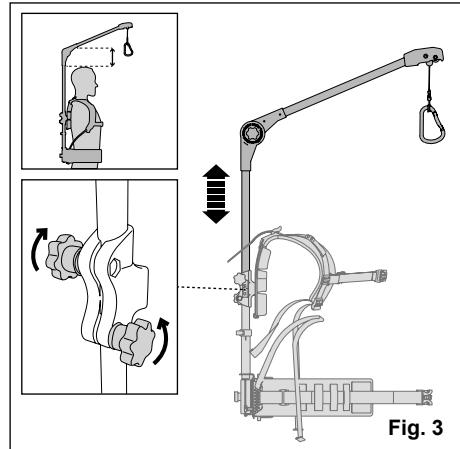

Fig. 3
- Lösen Sie die Knöpfe, um den Abstand zwischen Ihren Schultern und dem einzustellen Raum über deinem Kopf. (Fig. 3).